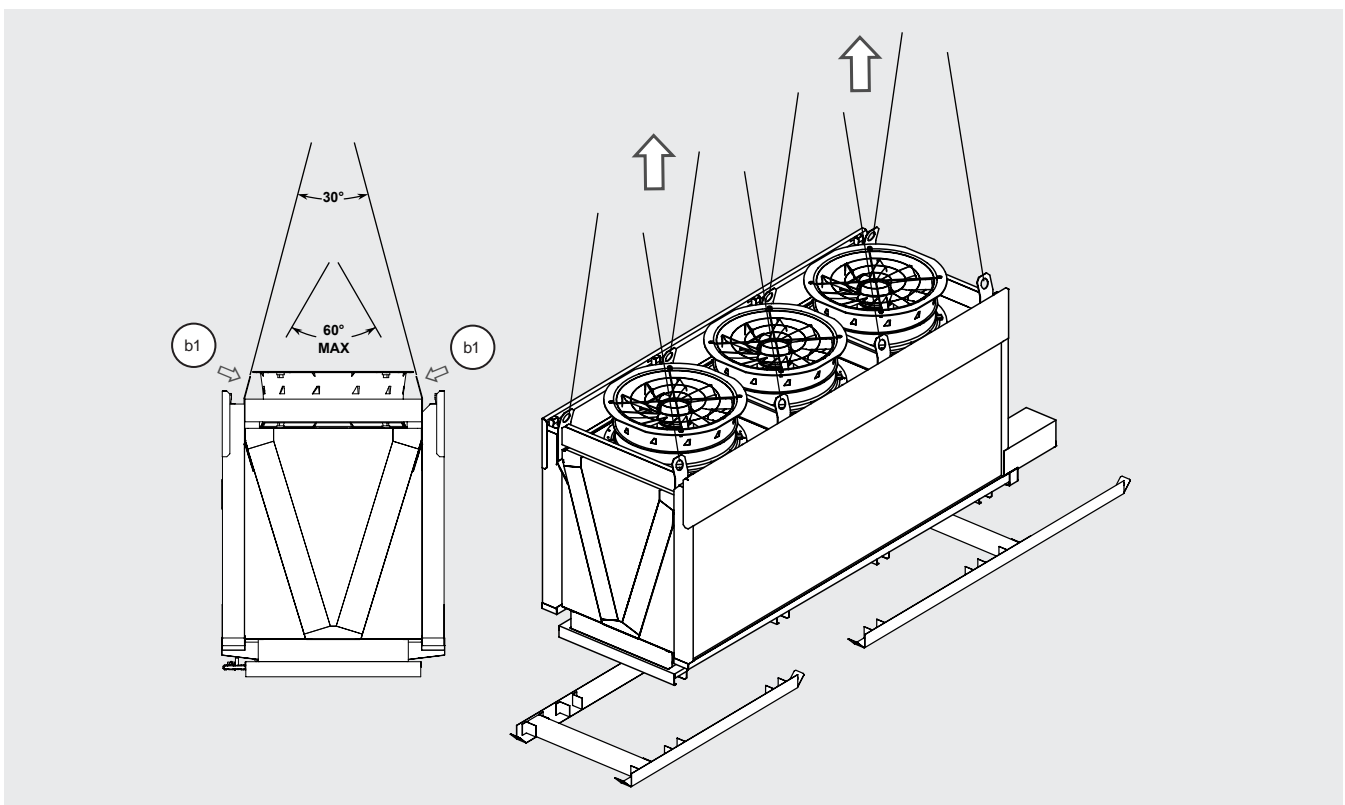

Figura 8
5.12 Agganciare la gru ai punti di sollevamento (b1), sollevare il modello e posizionarlo nella collocazione finale. Utilizzare tutti i punti di sollevamento. V. Figura 8.